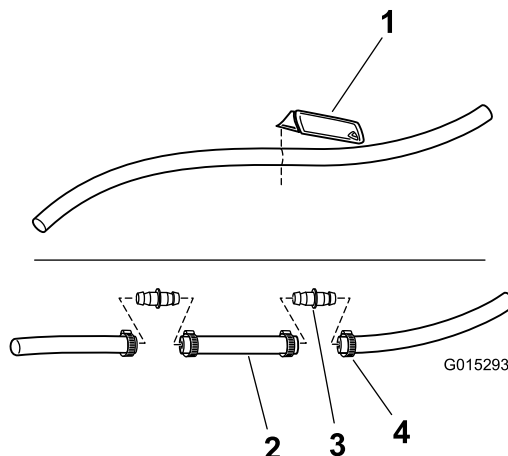

Figur 8
2. **Kun Multi-Pro 1200-sprøjte:** Kobl den lille røde trykmåler af den grønne rørfitting øverst på føde-T-stykket (Figur 8).
3. Fjern de to bolte og to møtrikker, der fastholder føde-T-stykket og føde-T-stykkets monteringsbeslag på køretøjet (Figur 8). Gem fastgørelsesanordningerne til senere brug.